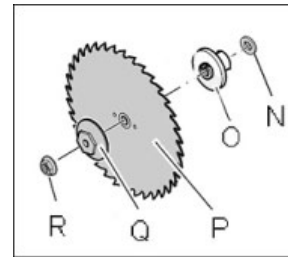

Рис. 14
Удалите гайку (R, Рис. 14) и прижимной фланец (Q).